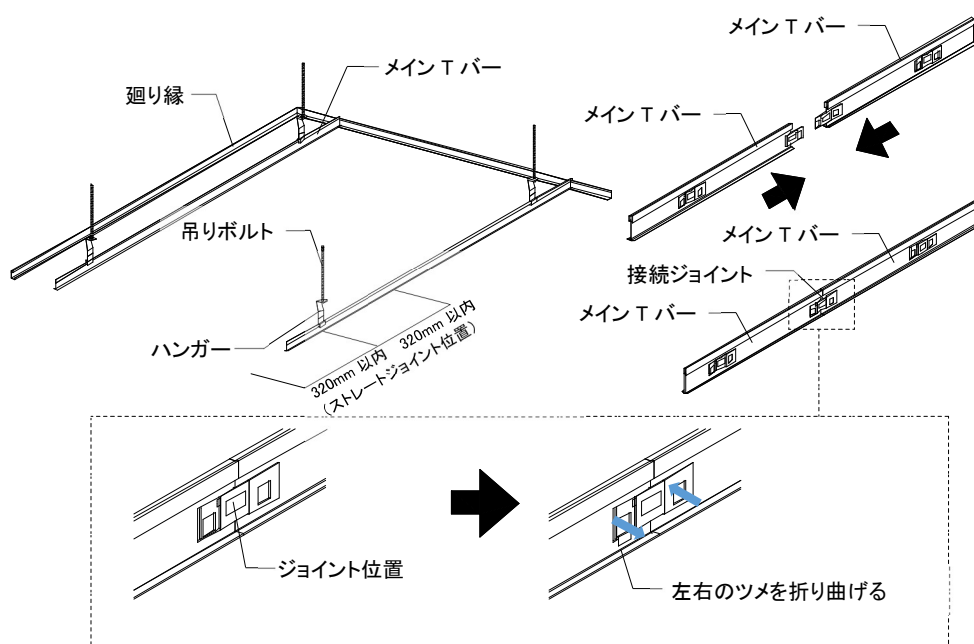

図2-4-2 Tバーの取付け②(メインTバー設置)
②メインTバーのストレートジョイントは、ハンガー芯から 320 mm 以内に設置し、ストレートジョイント設置時は以下の点に留意すること。(図 2-4-2 参照)